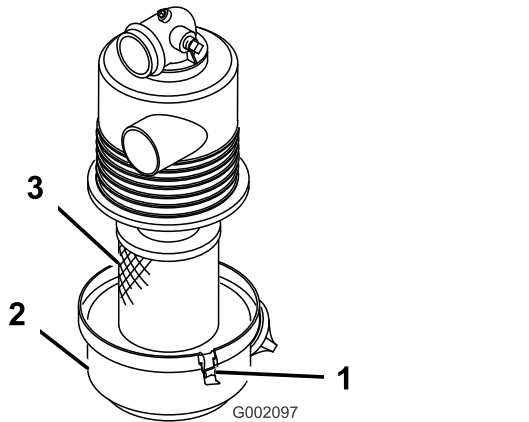

Figura 13
1. Inspeccione la carcasa del limpiador de aire por si hubiera daños, que podrían causar una fuga de aire. Asegúrese de que la tapa hace un buen sello alrededor de la carcasa del limpiador de aire (Figura 13).
2. Abra los enganches que sujetan la tapa del filtro de aire a la carcasa del filtro de aire (Figura 13).
3. Separe la tapa del filtro de aire de la carcasa del filtro de aire, y limpie el interior de la tapa (Figura 13).
3. Instale el elemento del filtro de aire en la carcasa del filtro de aire (Figura 13).
4. Alinee la tapa del limpiador de aire con la carcasa del limpiador de aire (Figura 13).
5. Sujete la tapa a la carcasa con los enganches (Figura 13).